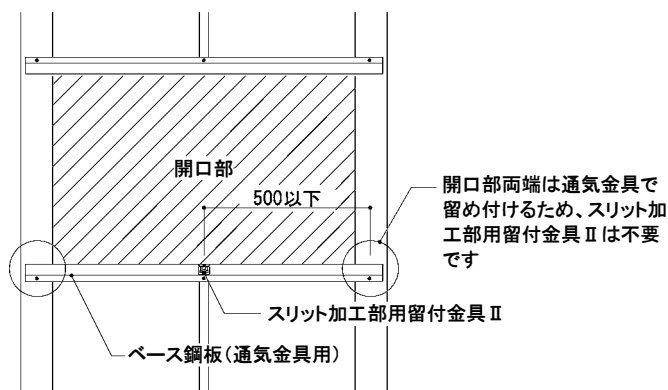

図3 スリット加工部用留付金具Ⅱの施工位置
- スリット加工部用留付金具Ⅱをツメが上がった状態で、開口部下のベース鋼板に500mm以下の間隔で専用ビス(JK1510 φ4.5mm×10mm)で留め付けてください。(図3、4、5参照)